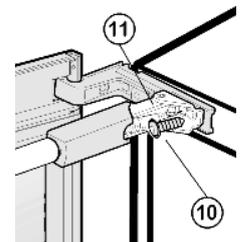

Fig. 17
- ▶ Ensuite, plier l'amortisseur de fermeture de sorte que la vis *Fig. 17 (10)* avant puisse être vissée.